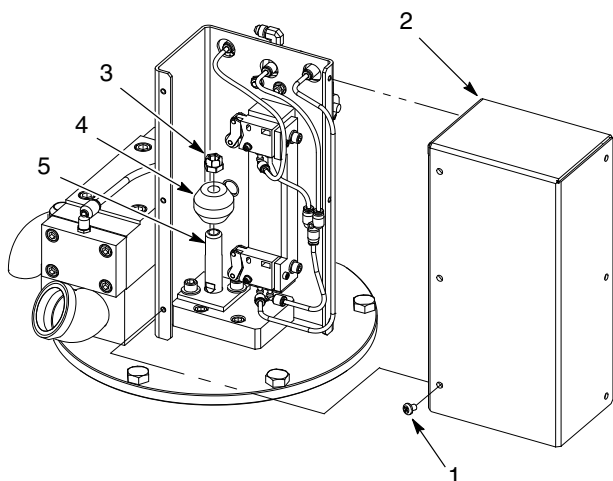
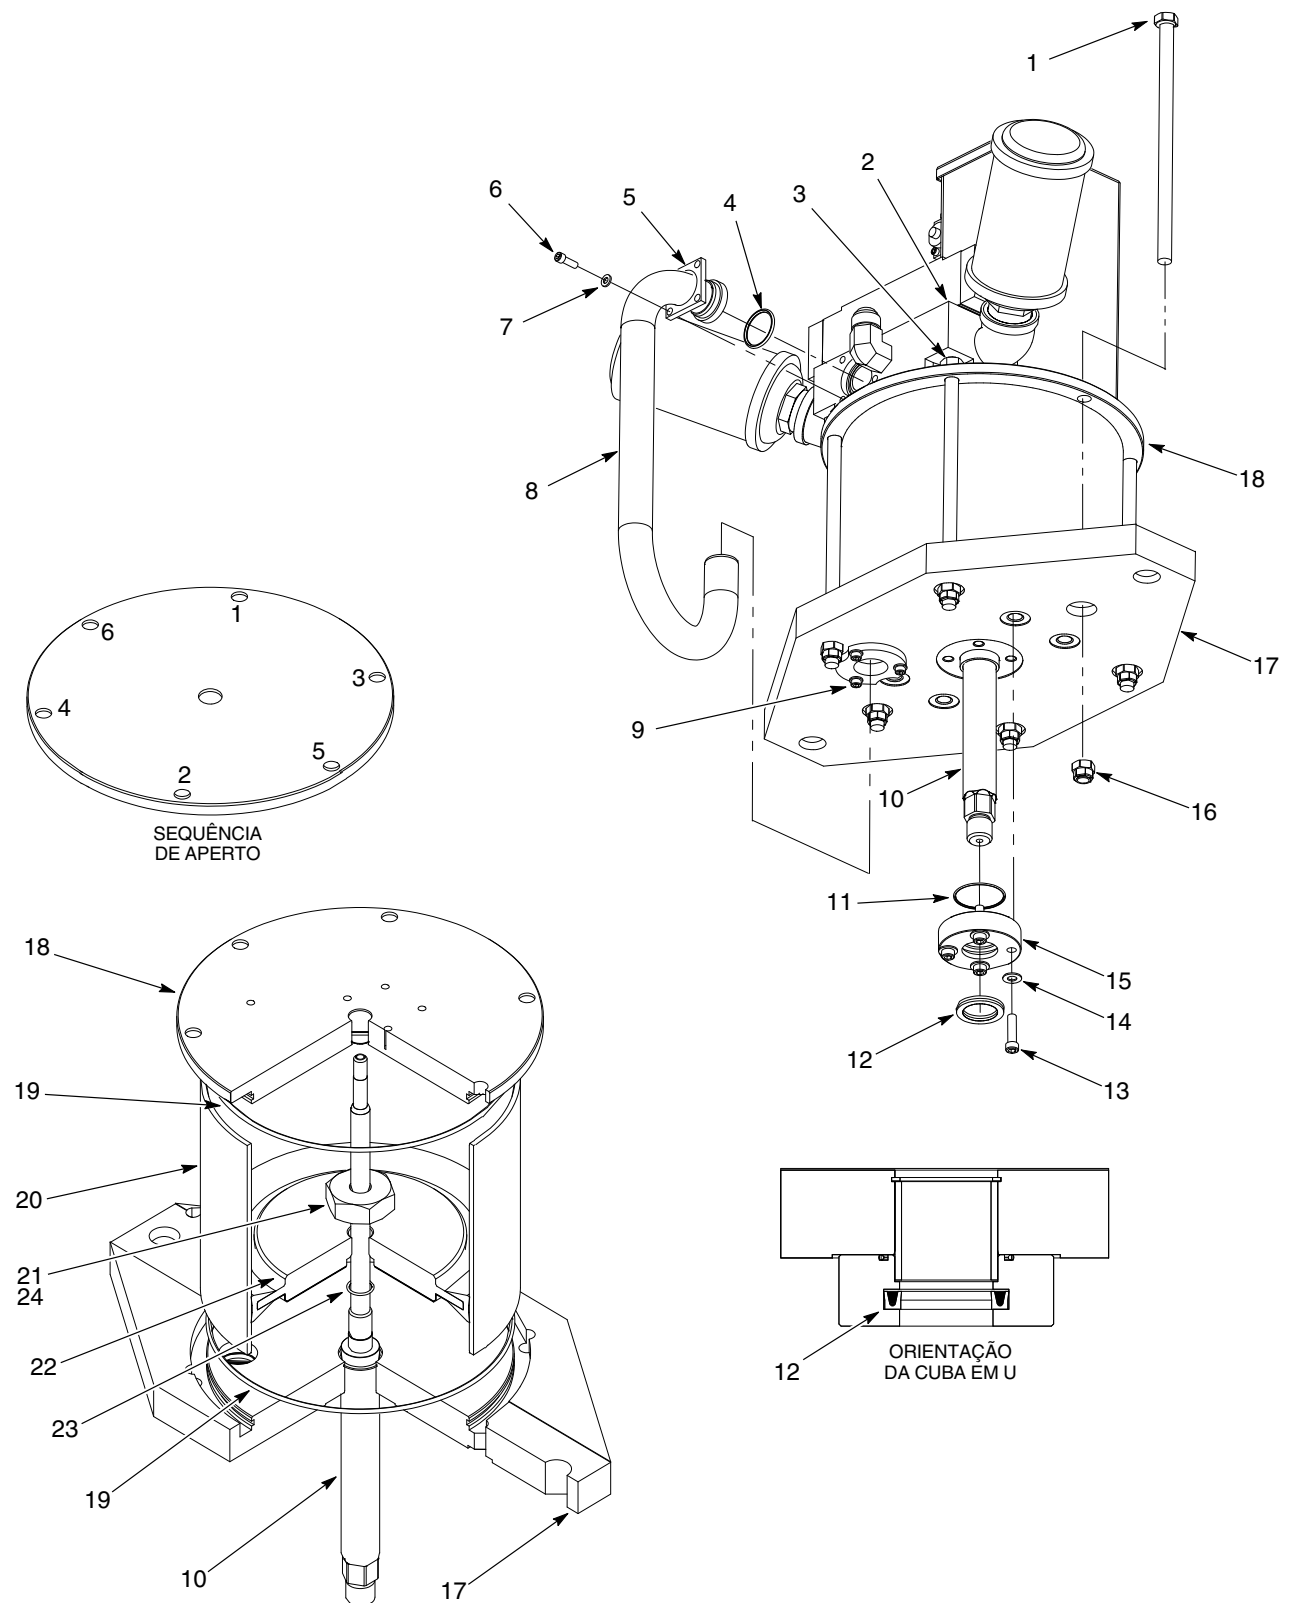

Figura 12 Desmontagem da tampa da haste de atuação
Figura 13 Substituição do êmbolo
1. Consulte a figura 12. Retire os parafusos (1) que fixam a tampa do conjunto da haste de atuação (2).
2. Aplique uma chave de bocas às partes planas da haste do êmbolo (5).
3. Retire a porca (3) que fixa a haste de atuação (4) à haste do êmbolo (5).
4. Consulte a figura 13. Retire os parafusos (6) e as anilhas (7) que fixam o suporte superior do tubo de abastecimento (5) ao coletor de ar (2).
5. Desaperte os parafusos do suporte inferior do tubo de abastecimento (9).
6. Retire o tubo de abastecimento (8) do coletor de ar (2) e da placa base (17). Retire a junta tórica (4) do coletor de ar e elimine-a (2).
7. Retire os parafusos (13) e as anilhas (14) que fixam o suporte da haste do êmbolo (15) à placa base (17). Retire a junta tórica (11) e a cuba em U (12). Elimine a junta tórica e a cuba em U.
8. Retire os parafusos (1) e as porcas (16) que fixam a tampa do motor pneumático (18) à placa base (17). Aplique uma chave de bocas às superfícies planas dos dois parafusos (3) sob o coletor de ar (2) e retire as porcas.
9. Retire a tampa do motor pneumático (18) e coloque-a sobre uma superfície plana. Retire a junta tórica (19) da tampa do motor pneumático e elimine-a.
10. Retire o cilindro pneumático (20) e a junta tórica (19) da placa base (17). Elimine a junta tórica. Retire o conjunto do êmbolo do cilindro pneumático.
11. Retire a porca (21) que fixa o êmbolo (22) à haste do êmbolo (10). Retire a junta tórica (23) da haste do êmbolo e elimine-a.
1. Consulte a figura 13. Aplique massa lubrificante TFE às peças seguintes:
- superfície interna do cilindro pneumático (20)
- êmbolo (22)
- cuba em U (12)
2. Monte a junta tórica (23) na haste do êmbolo (10).
3. Aplique Loctite 242 (24) às rosas superiores da haste do êmbolo (10). Monte o êmbolo (22) na haste do êmbolo. Enrosque a porca na haste do êmbolo e aperte-a com 200-220 ft-lb (271-298 N•m).
4. Arme o conjunto do êmbolo e o cilindro pneumático (20):
- b. Aplique massa lubrificante TFE na haste do êmbolo (10).
5. Monte as juntas tóricas (19) na placa base (17) e na tampa do motor pneumático (18).
7. Monte a tampa do motor pneumático (18) no cilindro pneumático (20) usando os parafusos (1, 3). Efetue o seguinte:
- a. Enrosque as porcas (16) nos parafusos.
8. Introduza a junta tórica (11) e a cuba em U (12) no suporte da haste do êmbolo (15), como ilustrado.
9. Monte o suporte da haste do êmbolo (15) na placa base (17), utilizando os parafusos (13) e as anilhas (14). Aperte os parafusos com 22-25 ft-lb (30-33 N•m).
10. Introduza cuidadosamente a parte inferior do tubo de abastecimento de ar (8) através do suporte inferior (9) e na placa base (17).
11. Introduza cuidadosamente a parte superior do tubo de abastecimento de ar (8) no coletor de ar (2).
12. Fixe o suporte superior (5) ao coletor de ar (2) utilizando os parafusos (6) e as anilhas (7). Aperte os parafusos com 10-12 ft-lb (13-16 N•m).
13. Aperte os parafusos do suporte inferior (9) com 11-12 ft-lb (13-16 N•m).
14. Consulte a figura 12. Monte a haste de atuação (4) na haste do êmbolo (5) utilizando a porca (3). Aperte bem a porca.
15. Monte a tampa (2) no motor pneumático, usando os parafusos (1). Aperte bem os parafusos.